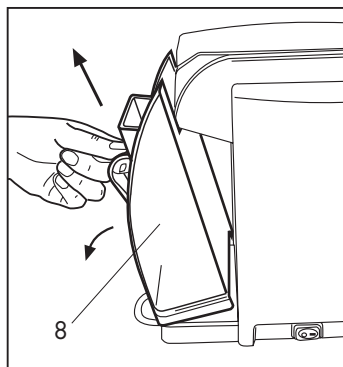

Fig. 1
- Estrarre il serbatoio (8) ruotandolo esternamente e alzandolo verso l'alto. **(Fig.1)**